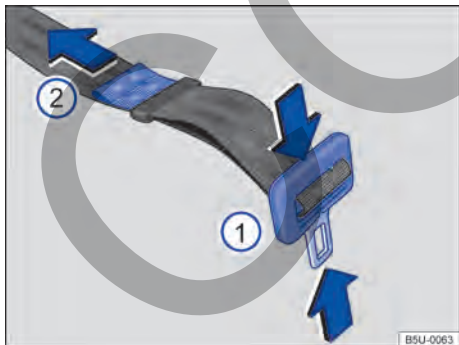

Fig. 31 Ajustar la banda del cinturón de seguridad subabdominal.
- Presionar la pestaña de encastre en el sentido de las flechas → **fig. 31 1** y extender totalmente el cinturón de seguridad.
- Apretar la pestaña de encastre contra el cierre del cinturón y tirar del extremo → **fig. 31 2** en el sentido de la flecha, hasta alcanzar una holgura máxima de 5 cm (3 dedos) en la zona pélvica.